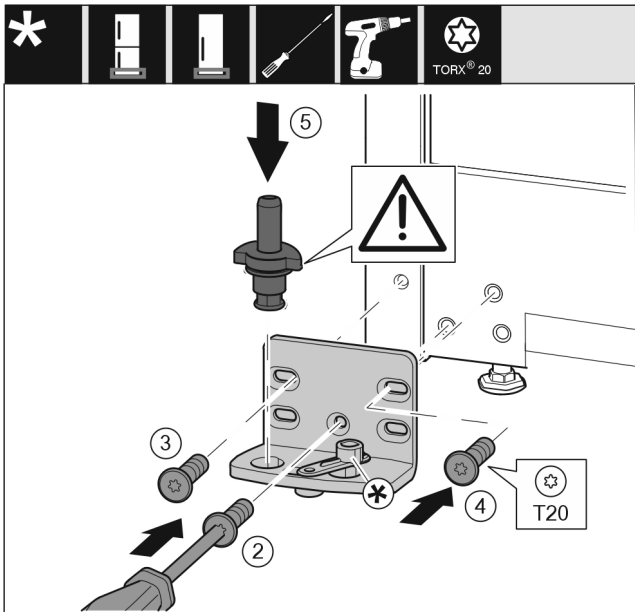

Fig. 16
- Applicare il blocco di supporto sull'altro lato e avvitarlo con l'aiuto di un cacciavite. Iniziare dalla vite Fig. 16 (2) in basso al centro.
- Stringere la vite Fig. 16 (3) e la vite Fig. 16 (4).
- Inserire completamente i perni di supporto Fig. 16 (5). Facendo ciò assicurarsi che la camma di arresto sia rivolta all'indietro.